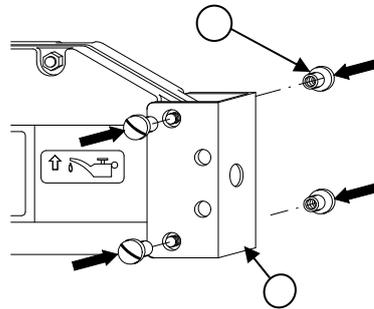

Fig. 2-43 Soporte del Seguricable
Situar el Soporte del Cazador o Seguricable (6) en la posición que se indica y sujetarlo con las Tuercas con Ranura (1) suministradas. (Ver Fig. 2-43).